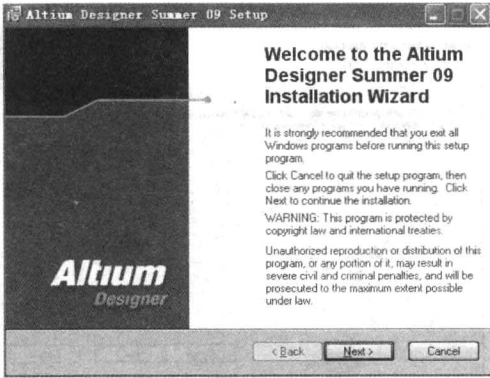

图 1-1 安装界面
1) 双击安装目录中的“setup.exe”文件，软件开始安装，系统弹出如图 1-1 所示的 Altium Designer Summer 09 安装界面。